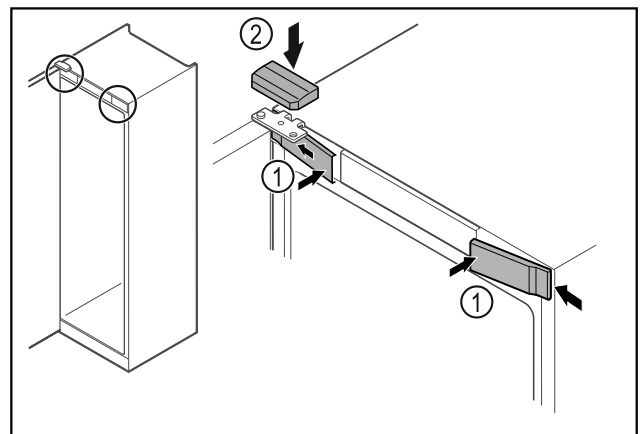

Fig. 47 *
- Voorste afdekkingen Fig. 47 (1) zijdelings bevestigen en vastklikken.*
- Bovenste afdekking Fig. 47 (2) van boven vastklikken.*